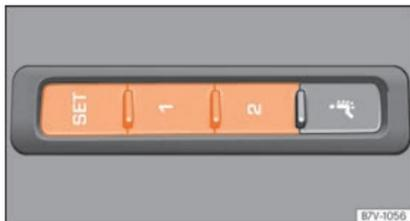

Fig. 161 Botões de memória na parte exterior do banco do condutor.
- Mantenha pressionado o botão **SET** durante mais de um segundo »» **Fig. 161**.